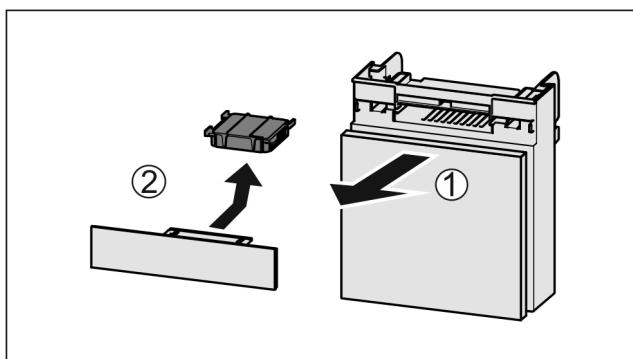

Fig. 34
- Vytiahnite zásuvku smerom dopredu Fig. 34 (1).
- Vyberte aktívny uhlíkový filter Fig. 34 (2).